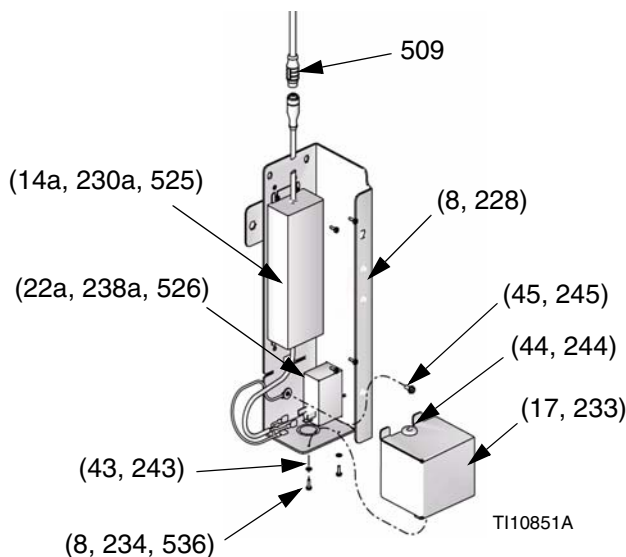

FIG. 42
3. Monte en el cable de la CAN (509) el cable de salida de alimentación eléctrica. Vea la FIG. 42.
- b. Conecte el cable amarillo a la línea (L).
- c. Conecte el cable azul a neutro (N).
7. Instale las cubiertas de carenado delantera y trasera (6, 7), los retenes (504) y los tornillos (503). Consulte la ilustración de las piezas del kit DataTrak en la página 50.